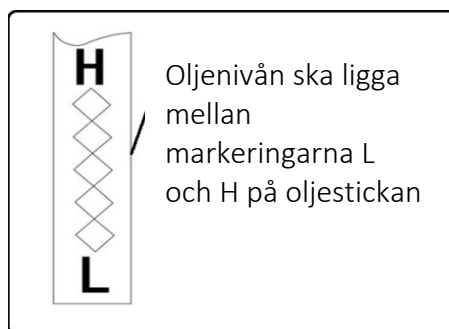

Fig. 35
4. Skruva loss oljepluggen med mätstickan och läs av oljenivån på mätstickan. Om oljenivån ligger under markeringen "L" (LOW), fyll långsamt på olja så att den når markeringen "H" (HIGH), se bild 35.